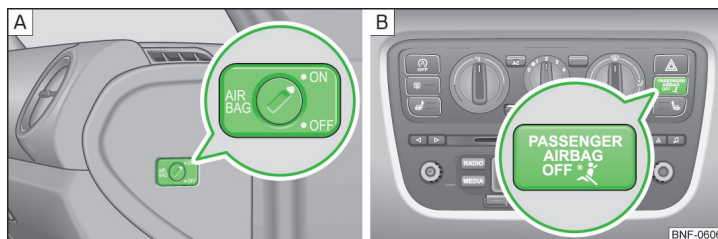

Fig. 10 Nøglekontakt til forsædepassagerens frontairbag / Kontrollampe til forsædepassagerens frontairbag
- Kontrollampen **PASSENGER AIRBAG OFF**  » Fig. 10 på side 18 –  lyser, efter at tændingen er blevet tilsluttet.
- Drej forsigtigt slidsen i nøglekontakten til position **OFF** » Fig. 10 –  med nøglen.
- Kontroller, at kontrollampen **PASSENGER AIRBAG OFF**  » Fig. 10 –  lyser, efter at tændingen er blevet tilsluttet.
- Drej forsigtigt slidsen i nøglekontakten til position **ON** » Fig. 10 – .
- Kontroller, at kontrollampen **PASSENGER AIRBAG OFF**  » Fig. 10 –  ikke lyser, efter at tændingen er blevet tilsluttet.